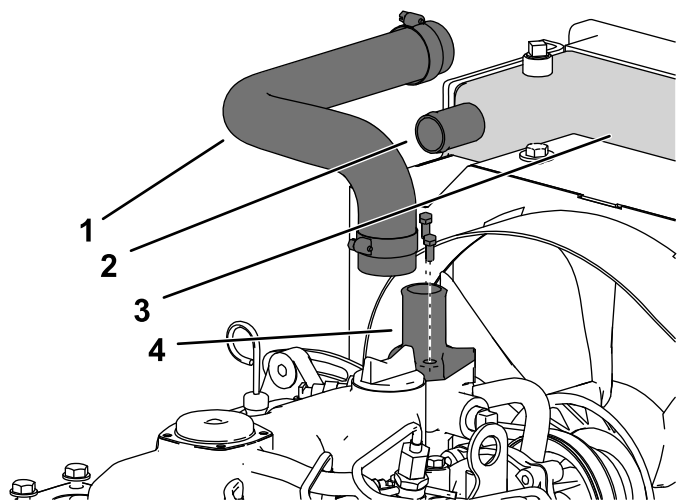

Рисунок 6
3. Ослабьте верхний шланговый хомут и снимите шланг с выпускного патрубка радиатора (Рисунок 6).
6. Снимите шланг радиатора с машины (Рисунок 6).
7. Отверните 2 монтажных болта с выпускного патрубка в верхней части двигателя (Рисунок 6).